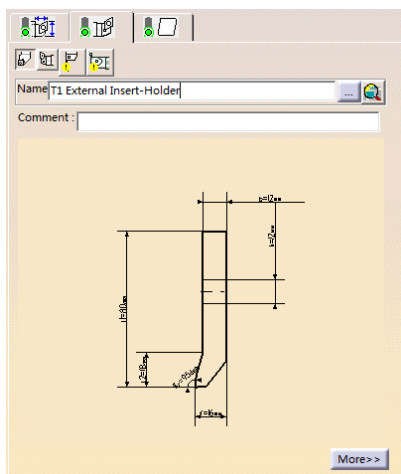

图 7-17 刀柄选项卡 (1)
- 单击刀具参数选项卡中的，切换到刀柄选项卡（1），设置刀具刀柄的参数，如图 7-17 所示。